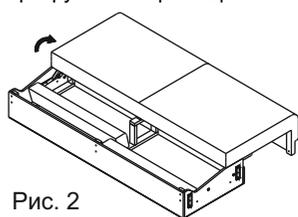

Рис. 2
- перевести сиденье в положение "кровать" (см. порядок трансформации) и извлечь из основания комплект фурнитуры и малые подушки спинки (Рис.2), трансформировать сиденье в исходное положение